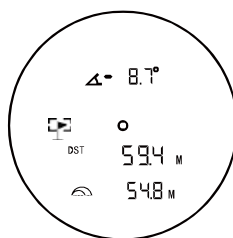

Рисунок 4
**Захват флагштока.** В режиме корректировки траектории нажмите и удерживайте кнопку ВКЛЮЧЕНИЯ/ИЗМЕРЕНИЯ в течение 3 секунд, затем немного подвигайте прибор вправо и влево, пока расстояние до флагштока не будет определено и показано на дисплее (рис. 4). После захвата флагштока прибор начнет вибрировать.